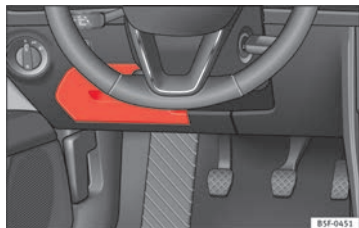

Fig. 181 En el tablero de instrumentos del lado del conductor: tapa de la caja de fusibles.
- **Abrir:** abata la cubierta hacia abajo ⇒ fig. 181.